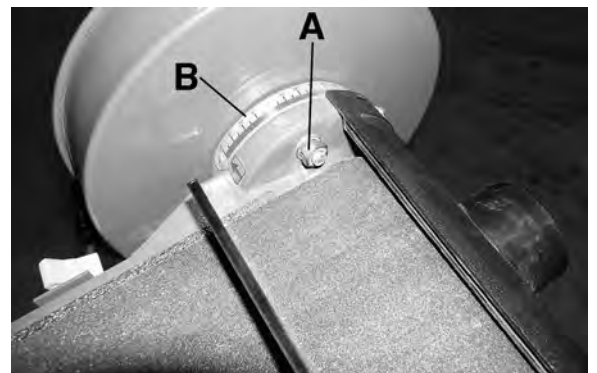

Figure 15
1. Desserrez les deux écrous de fixation (A) Fig.15 (le deuxième écrou est sous le boîtier de la courroie).
2. Lentement, soulevez ou abaissez le boîtier de la courroie à l'angle désiré. Référez-vous à l'échelle (B) pour l'angle.
3. Pour fixer en position, serrez le deux écrous de fixation (A).